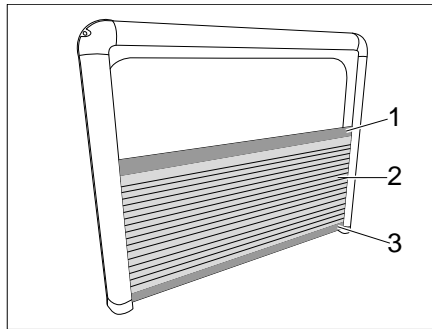

Bild 78 Rollo, plissiert
- Verdunklungsrollo (Bild 78,2) an der oberen Leiste (Bild 78,1) nach oben ziehen und untere Leiste (Bild 78,3) nach unten schieben.
- Obere Leiste (Bild 78,1) nach unten schieben. Das geöffnete Fenster ist durch das Insektenschutzgitter geschützt.
- Untere Leiste (Bild 78,3) nach oben schieben. Das geöffnete Fenster ist nicht durch das Insektenschutzgitter geschützt.